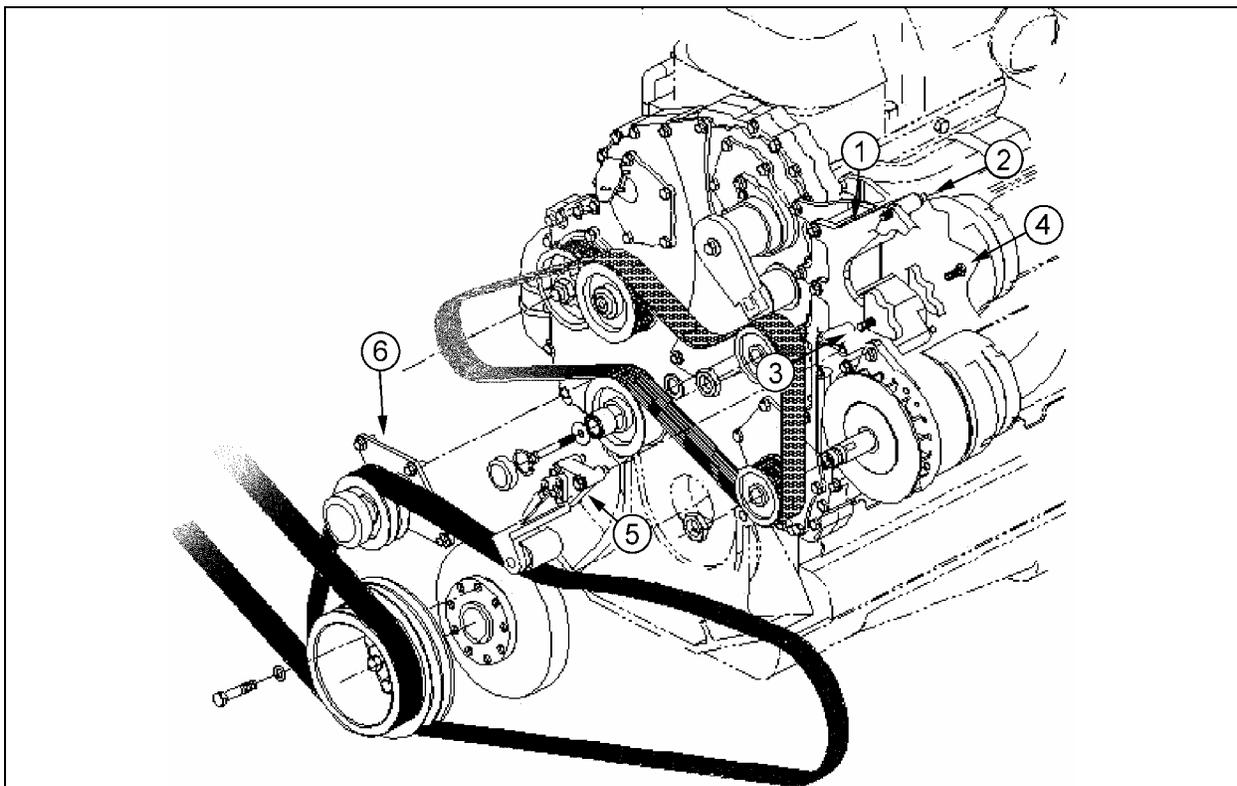
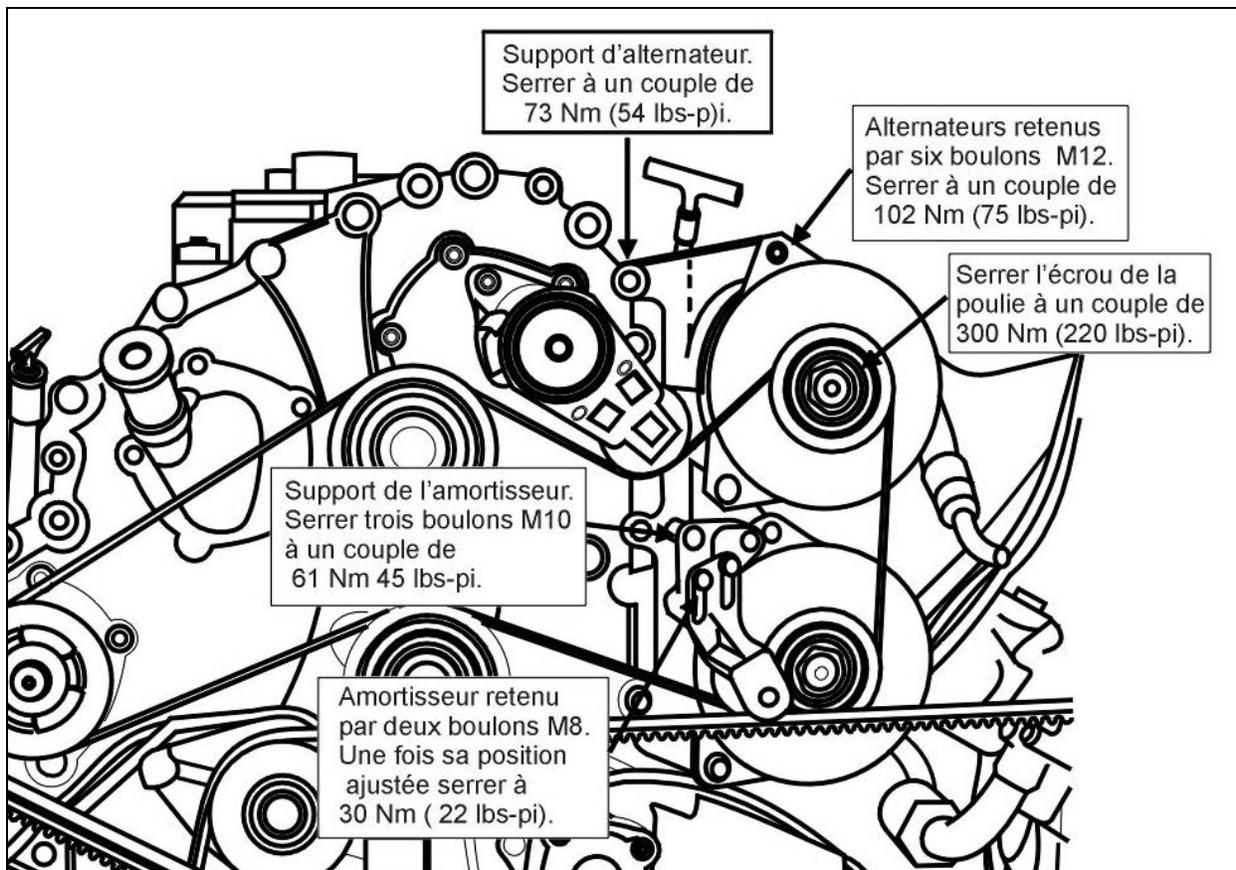

FIGURE 6 : INSTALLATION DES ALTERNATEURS BOSCH, VUE ÉCLATÉE
Figure 7 : COUPLES DE SERRAGE POUR LES ALTERNATEURS ET ACCESSOIRES
**Remarque :** Se référer à la figure 6 pour l'installation et à la figure 7 pour les couples de serrage.
1. Poser le support d'alternateur (1, figure 6) au bloc moteur. Utiliser les quatre boulons à épaulement en alliage au phosphore du côté poulies et utiliser les écrous à embase du côté transmission.
2. Maintenir l'alternateur du haut à l'aide d'un boulon de trois pouces dans le bossage de montage du haut (2, figure 6). Utiliser des boulons à épaulement à tous les autres bossages de montage des alternateurs, tel qu'illustré (3 et 4, figure 6). Ne serrer les boulons dans les gaines d'ajustement qu'en dernier car celles-ci glisseront pour éviter de casser les bossages de montage. Répéter pour l'autre alternateur.
5. Installer le support de l'amortisseur (5, figure 6) en utilisant trois boulons à épaulement. Ne serrer les vis d'ajustement de l'amortisseur qu'une fois installé l'ensemble #065244 (pour les autocars XL) ou l'ensemble #065245 (pour les autocars H3-41 et H3-45).
6. Poser la poulie intermédiaire 012058 (6, figure 6). Un des trois trous de montage est traversé par un goujon, utiliser un écrou pour le serrage et deux boulons avec écrous pour les deux autres trous.